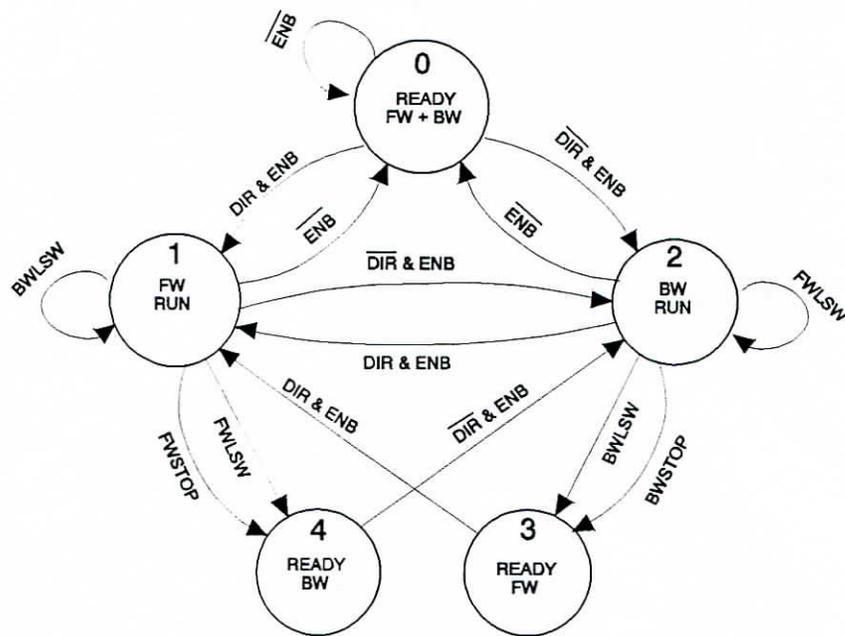

Figure 2:
Les signaux disponibles sur le connecteur sont définis par la table 3.1. Pour bien comprendre les possibilités de commande et la fonction des entrées, il est utile d'utiliser un modèle conceptuel: l'unité peut résider dans l'un de ses 5 états et les entrées permettent le changement d'état (automate séquentiel). Les états sont représentés par des cercles dans les figures 2 et 3, l'action des entrées par des flèches.
- **Mode 0:** Le commutateur 6 "CMD OPT" est ouvert (à droite), la broche 2 du connecteur est appelée **ENB** (ENable = Permission), la broche 3 est appelée **DIR** (DIRection), l'action des entrées est donnée par la figure 2.
Le point d'exclamation (!) indique un signal actif bas. Dans les figures 2 et 3, l'inversion logique est indiquée par le surlignage du symbole.
Pour illustrer les deux modes de commande, montrons le contrôle d'un vérin à vis entraîné par un moteur DC et muni de contacts de fin-de-course à chaque extrémité. Les figures 4 et 5 donnent une séquence de travail représentative en mode 0 et 1 respectivement. Il est instructif de suivre le déroulement des séquences sur les diagrammes de transition, figures 2 et 3.
On remarquera, en examinant la figure 2 qu'en mode de commande 0, les entrées FWSTOP et BWSTOP ont la même fonction que les entrées de fin-de-course FWLSW et BWLSW. Dans le mode 0 les deux paires peuvent être employées pour limiter la course, même simultanément. Le fait que la paire F/BWSTOP soit active haut et que la paire F/BWLSW soit active bas donne un degré de liberté supplémentaire.
Les entrées FWSLOW et BWSLOW, non mentionnées dans les figures 2 et 3, commandent le mode vitesse réduite. Si ces entrées sont basses, le moteur reçoit, à travers le pont, la tension totale de l'alimentation. En marche avant, si FWSLOW est haut, le pont est commandé en modulation de largeur afin de réduire la vitesse du moteur. BWSLOW agit de même en marche arrière. La commutation des signaux F/BWSLOW peut intervenir en tout temps et les transitions entre la haute et la basse vitesse suivent la rampe présélectionnée.
Pour utiliser une butée comme fin de course, il faut régler la limite de courant à une valeur acceptable par la mécanique. La détection d'un courant dépassant la limite pendant les états 1 (FW RUN) ou 2 (BW RUN) conduit respectivement aux états 4 et 3, voir figures 2, 3. La limite de courant réglée ne doit toutefois pas être atteinte pendant les accélérations ou pendant la marche. On sera souvent conduit à choisir une rampe plus douce afin de réduire le courant d'accélération.